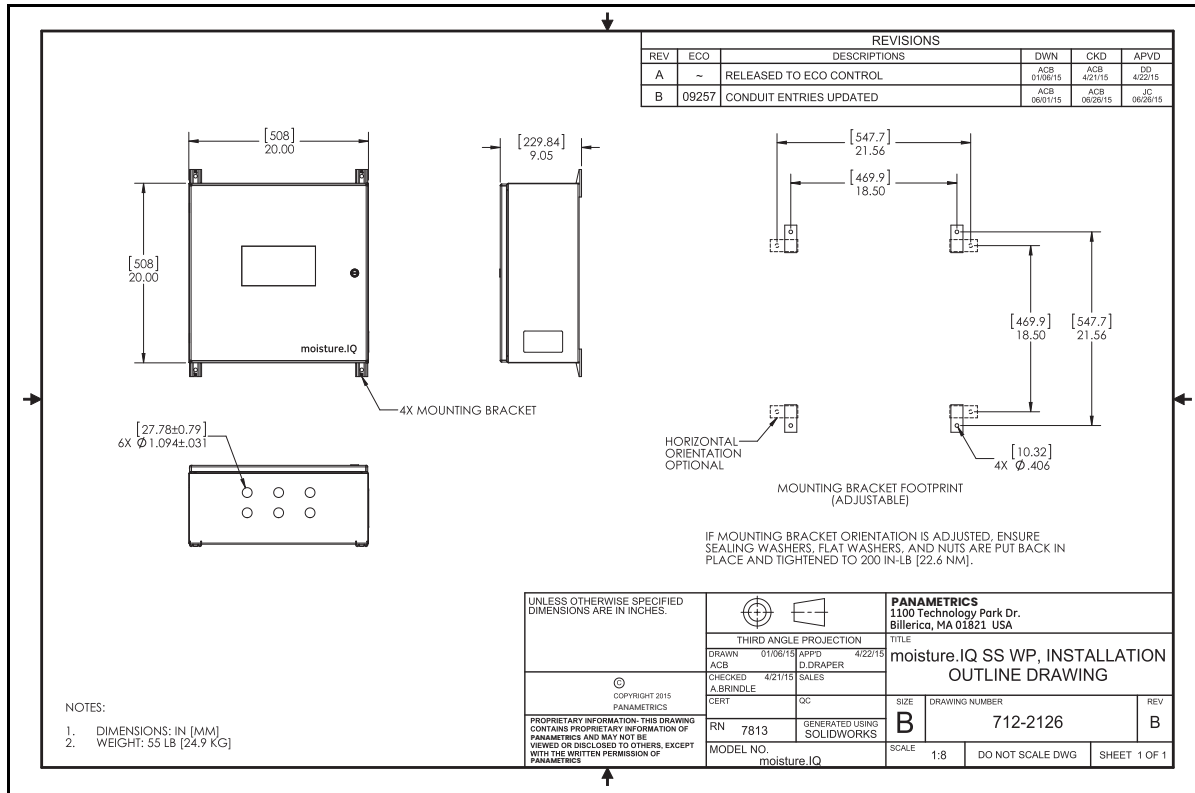
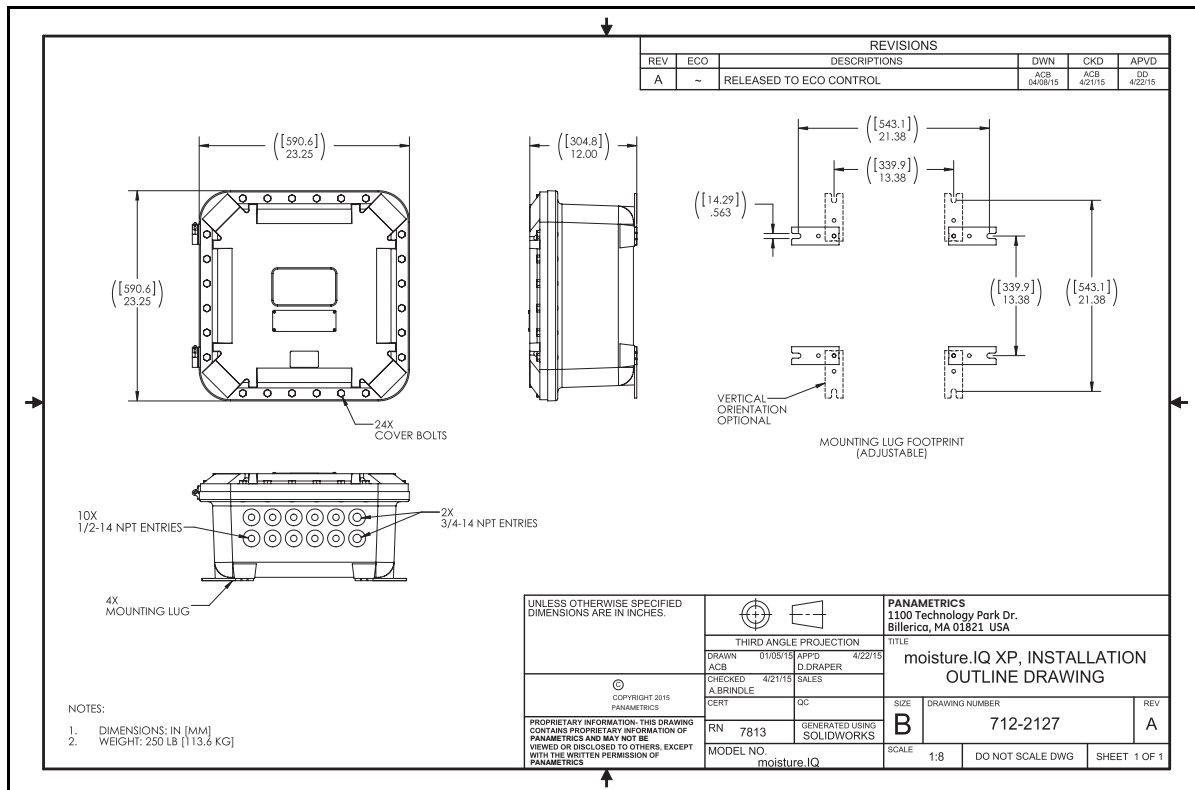

Figure 109: Schéma des cotes d'installation inox WP (n° 712-2126_revB, page 1/ 1)
Figure 110: Schéma des cotes d'installation XP (n° 712-2127_revA, page 1/ 1)
- L'installation doit être conforme aux **schémas d'installation** 712-2126 pour la version acier inoxydable à l'épreuve des intempéries (voir *Figure 109* page 154) et 712-2127 pour la version antidéflagrante (voir *Figure 110* page 154).